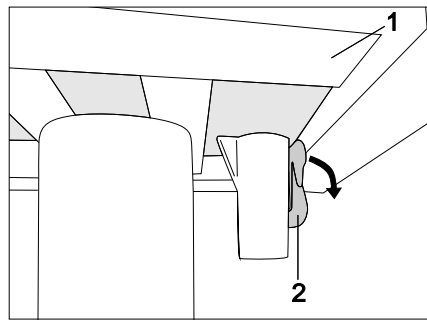

Bild 99 Arretierung Einsäulentisch (verriegelt)
- Arretierhebel (Bild 99,2) nach unten drücken.
- Tischplatte (Bild 99,1) in die gewünschte Position verschieben.
- Arretierhebel (Bild 99,2) wieder nach oben drücken.